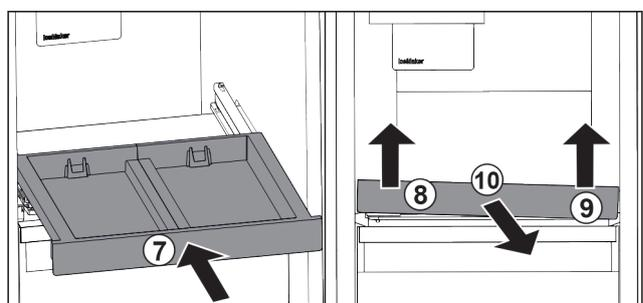

Fig. 96
- ▶ Auszugsbord einschieben. Fig. 96 (7)
- ▶ Auszugsbord vorne links anheben. Fig. 96 (8)
- ▶ Auszugsbord vorne rechts anheben. Fig. 96 (9)
- ▶ Auszugsbord nach vorne entnehmen. Fig. 96 (10)